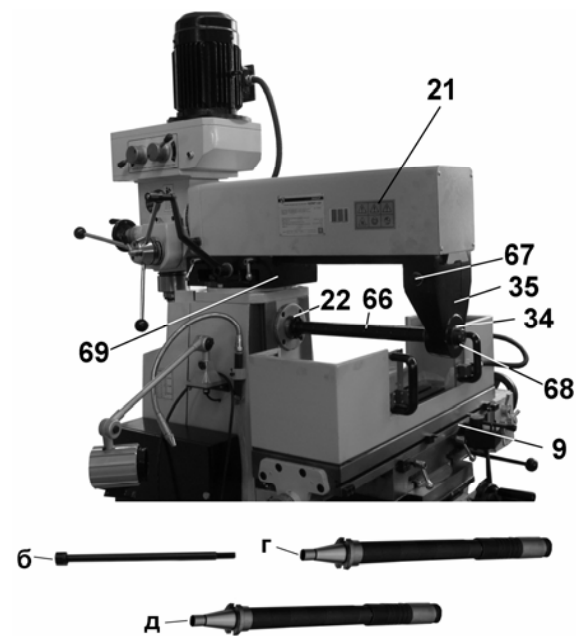

Рис.14
9.4.12. На Рис.14 показан фрезерный станок для фрезерной обработки горизонтальным шпинделем (22).